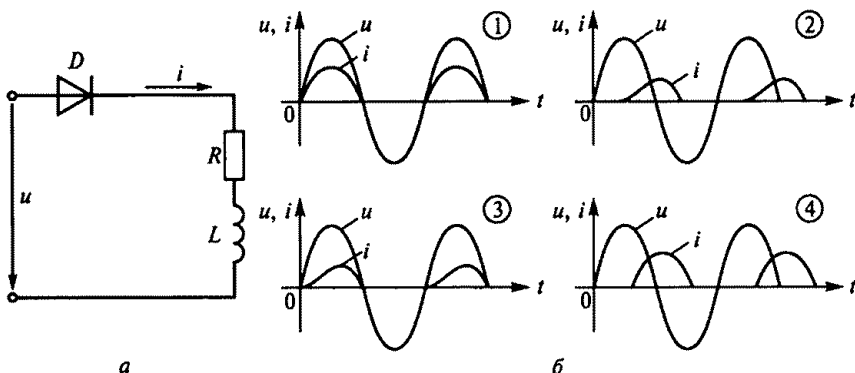

Рис. 157
4.27.Р. Электрическая цепь на рис. 157, а состоит из последовательно включенных катушки R , L и идеального диода D . Напряжение в цепи изменяется по закону $u = U_{\max} \sin \omega t$. Зависимость тока от времени в цепи показана на четырех графиках рис. 157, б. Какой из этих графиков правильный?